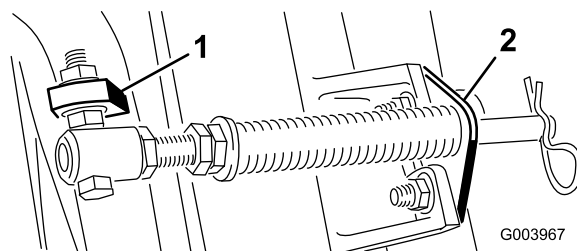

Figura 5
Nota: Coloque la cabeza del perno en el exterior de la pestaña, según se muestra en Figura 5.
- D. Monte el soporte de la varilla en las pestañas de la unidad de corte con los pernos de cuello cuadrado y las tuercas (Figura 5).